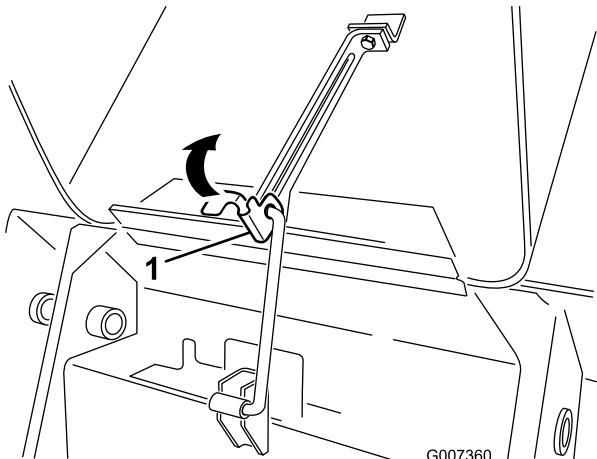

Figura 27
- Levante la pestaña que sujeta la varilla de soporte (Figura 27).